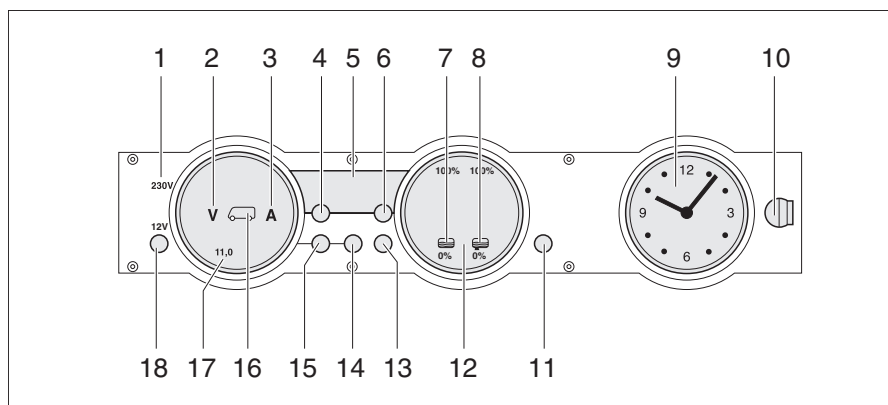

Fig. 265 Panneau de contrôle MP 20-T
Le voyant de contrôle 230 V (Fig. 265,1) s'allume si l'arrivée du bloc électrique est sous tension de réseau.
L'interrupteur principal 12 V (Fig. 265,18) établit ou coupe le panneau de contrôle et l'alimentation 12 V de la cellule.
- Appuyer brièvement sur la touche "12 V" (Fig. 265,18). L'alimentation 12 V de la cellule est assurée. L'indicateur de contrôle "12 V" s'allume.
- ▷ La tension de la batterie de cellule est trop faible quand les DEL "11,0" de l'affichage en Volt et le symbole Volt "V" (Fig. 265,2) clignotent dans l'indicateur des batteries (Fig. 265,17) après la mise sous tension. Charger la batterie.
- ▷ La coupure de batterie est active quand l'indicateur de contrôle "12 V", le symbole de la batterie de cellule (Fig. 265,16) et le symbole Volt "V" (Fig. 265,2) clignotent trois fois après la mise sous tension. Désactiver la coupure de batterie.
- Appuyer brièvement sur la touche "12 V" (Fig. 265,18). L'alimentation 12 V de la cellule est coupée. L'indicateur de contrôle "12 V" s'éteint.
- Appuyer sur la touche batterie de cellule (Fig. 265,14) et la maintenir enfoncée pendant 10 secondes environ. Les symboles Volt "V" (Fig. 265,2) et Ampères "A" (Fig. 265,3) clignotent trois fois. La batterie de cellule est coupée du réseau de bord de 12 V.
- Appuyer sur la touche "12 V" (Fig. 265,18) et la maintenir enfoncée pendant 5 secondes environ. Le symbole Volt "V" (Fig. 265,2) clignote trois fois. La batterie de cellule est branché au réseau de bord 12 V. L'indicateur de contrôle s'allume au bout d'env. 2 secondes.
- Appuyer sur la touche de la batterie de cellule  (Fig. 265,14). Le symbole Volt "V" (Fig. 265,2) s'allume. Le symbole Ampères "A" est, suivant son niveau de charge, blanc ou rouge. La tension de la batterie et le courant de la batterie de cellule sont affichés au moyens de DEL à l'intérieur de l'indicateur.
- Appuyer sur la touche de la batterie de démarrage  (Fig. 265,15). Le symbole Volt "V" (Fig. 265,2) s'allume. Des DEL à l'intérieur de l'indicateur indiquent la tension de la batterie de démarrage.
- Appuyer sur la touche réservoirs " (Fig. 265,13). Les symboles réservoir d'eau " (Fig. 265,7) et réservoir d'eaux usées " (Fig. 265,8) s'allument. Des DEL à l'intérieur de l'indicateur indiquent le niveau du réservoir d'eau (échelle de gauche) et celui du réservoir d'eaux usées (échelle de droite).
Le symbole Volt "V" (Fig. 265,2) et les DEL "11,0" clignotent dès que la tension de la batterie descend en dessous de 11 V (mesurée en marche) et qu'il y a risque de décharge profonde de la batterie.